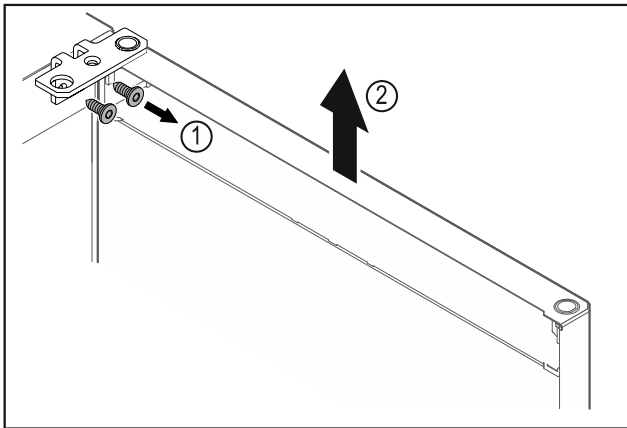

Fig. 5
- ▶ Scharnierwinkel Fig. 5 (1) abschrauben.
- ▶ Tür inklusive Scharnierwinkel Fig. 5 (2) circa 200 mm gerade nach oben heben und abnehmen.